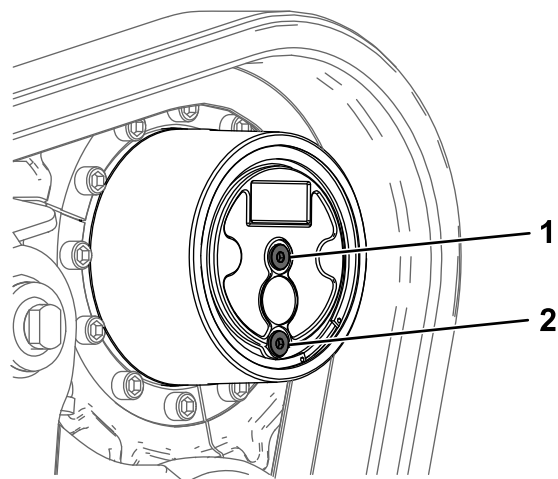

Figure 64
2. Garez la machine sur une surface plane et horizontale en plaçant le bouchon de vidange à la position 6 heures (Figure 64), serrez le frein de stationnement et abaissez les bras de la chargeuse.
5. Enlevez le bouchon de contrôle et le bouchon de vidange, et vidangez l'huile pour engrenages (Figure 64).
6. Remettez le bouchon de vidange en place (Figure 64).